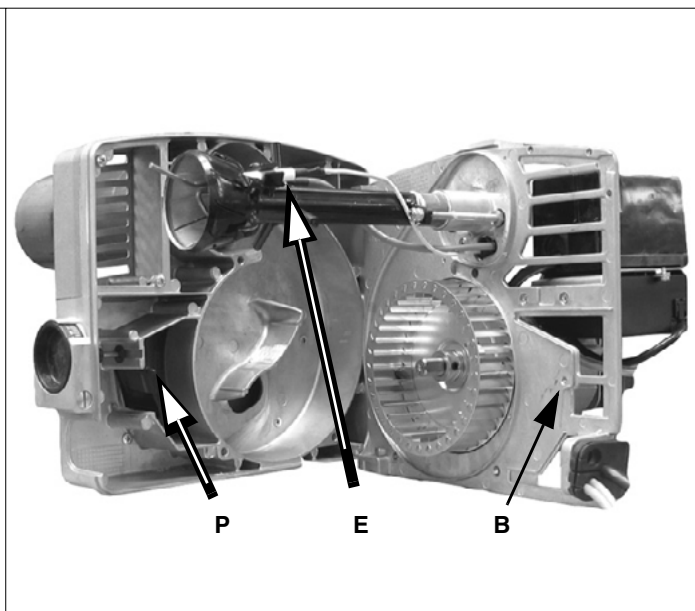
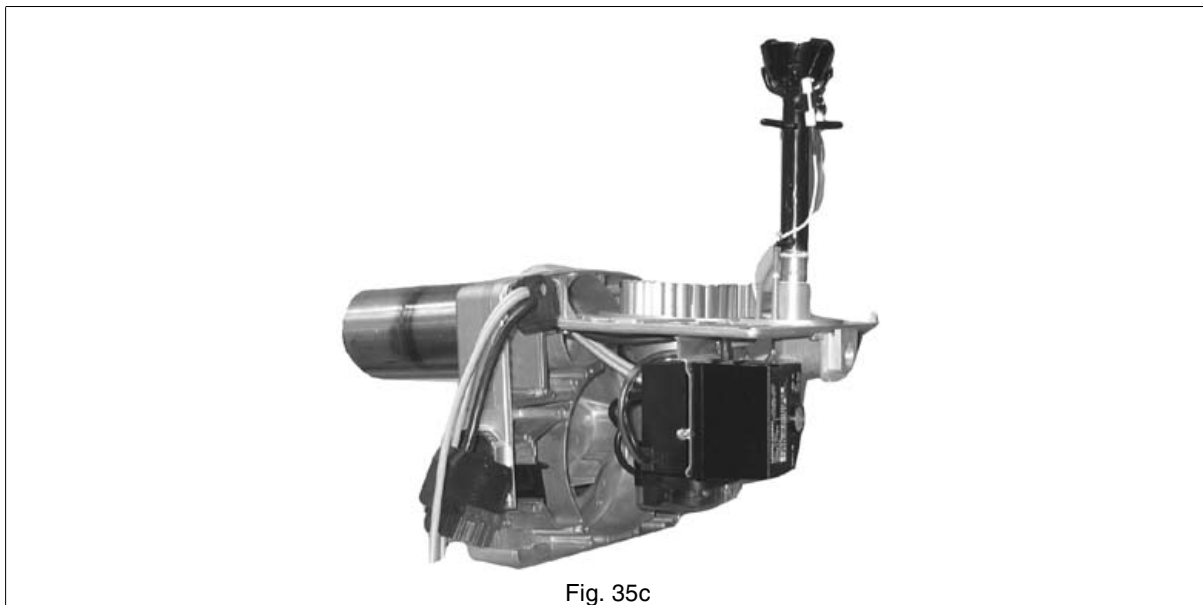
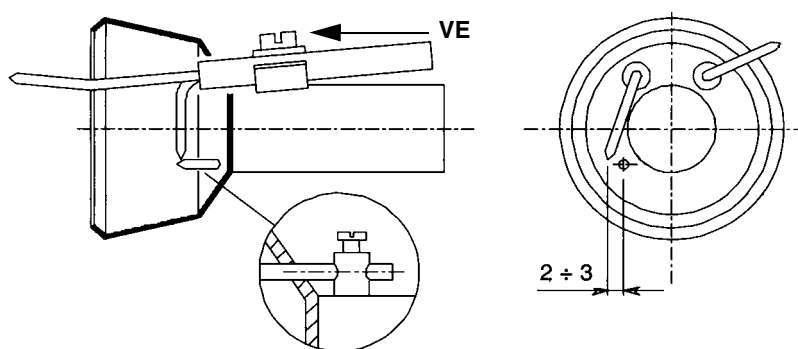

Fig. 35b
Fig. 35c
Fig. 36
- Control electrodos de detección y encendido (E en Fig. 35b); limpieza, eventual ajuste y, si fuese necesario, sustitución (véanse Fig. 36);
- Enganchar la placa en uno de los modos indicados en las Fig. 35b y Fig. 35c para facilitar las operaciones de mantenimiento.
**NOTA: al volver a montar la placa componentes, prestar atención a que el perno de la compuerta P entre en el correcto compartimiento B (ver Fig. 35b).**
A fin de garantizar un buen encendido es necesario respetar las medidas indicadas en la Fig. 36.